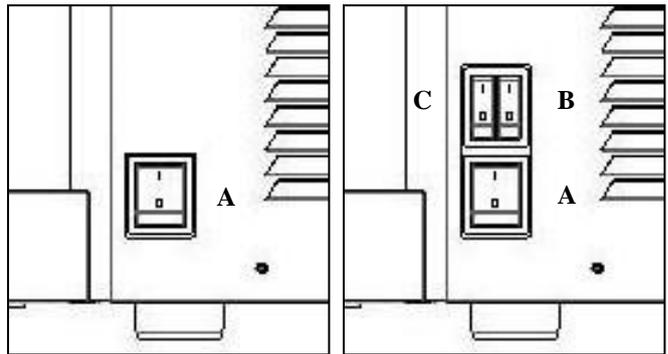

Fig. 41
- Attivando l'interruttore generale A posto sul fianco destro della macchina e, nel caso di macchina a più di una vasca, anche quello piccolo (B per la vasca destra e C per quella sinistra), viene automaticamente messo in moto il mescolatore interno alla vasca (fig.41).